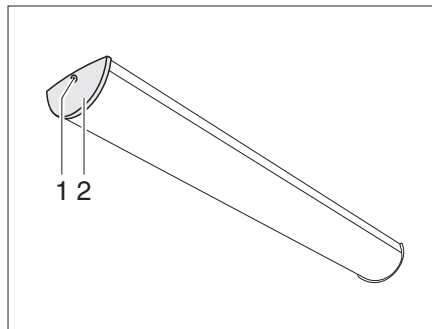

Fig. 297 Lámpara interior
- Extraer el tornillo (Fig. 297,1) y retirar la cubierta (Fig. 297,2).